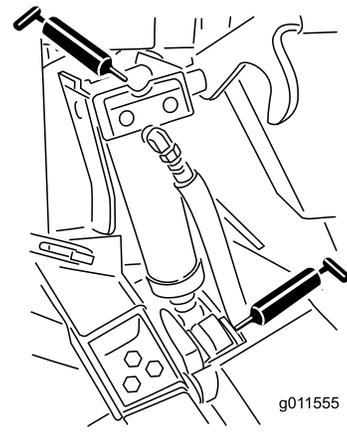

Рисунок 44
- Втулки гидроцилиндров подъема (4 шт.) (Рисунок 44)